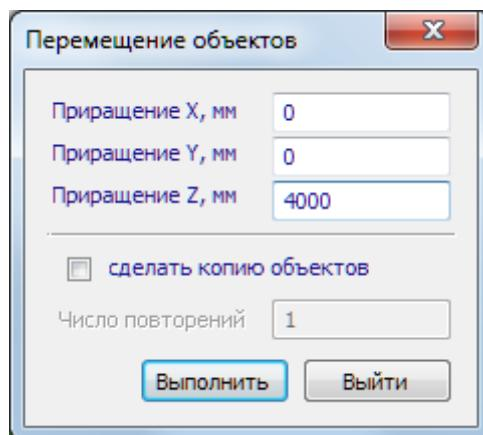

Рис.2.5. Диалоговое окно Перемещение объектов
- В диалоговом окне в строке Приращение Z, мм введите значение – 4000 (рис.2.5)